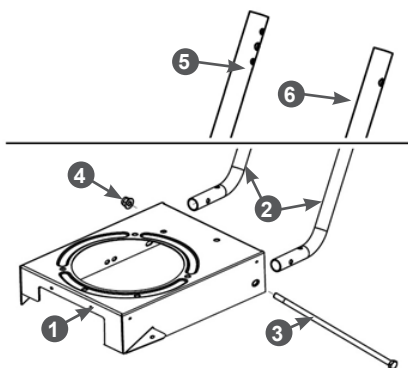

Рис. 3. Установка стоек рабочих рукояток
2. Вставьте в раму 1 мотокультиватора стойки 2 рабочих рукояток (Рис. 3). Совместите отверстия в раме, корпусе редуктора и стойках, вставьте в отверстие болт 3 и закрутите гайку 4 (Рис. 3).
Стойки рабочих рукояток (левая и правая) отличаются. Устанавливать стойки рабочих рукояток на раму нужно так, чтобы стороны стоек с тремя отверстиями были обращены друг к другу (Рис. 3).